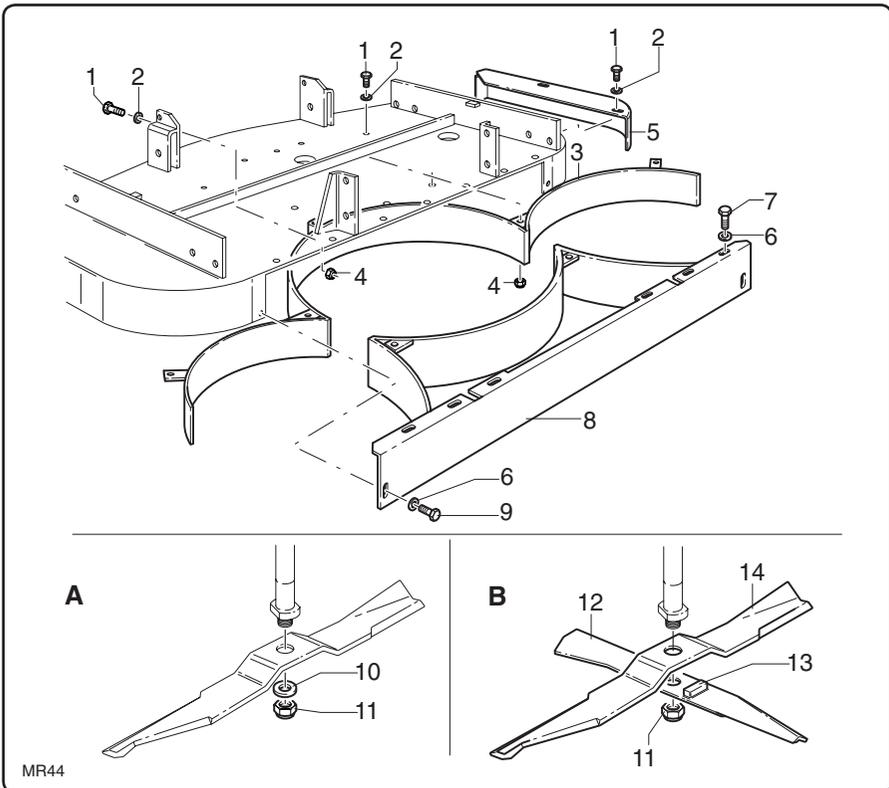

fig. 4.1.5
- Unscrew the nut "11", remove the washer "10" (fig. 4.1.5 "A").
- Screw the nut "11" back on (fig. 4.1.5 "B").
- Svitare il dado "11", togliere la rondella "10" (fig. 4.1.5 "A")
- Avvitare il dado "11" (fig. 4.1.5 "B").